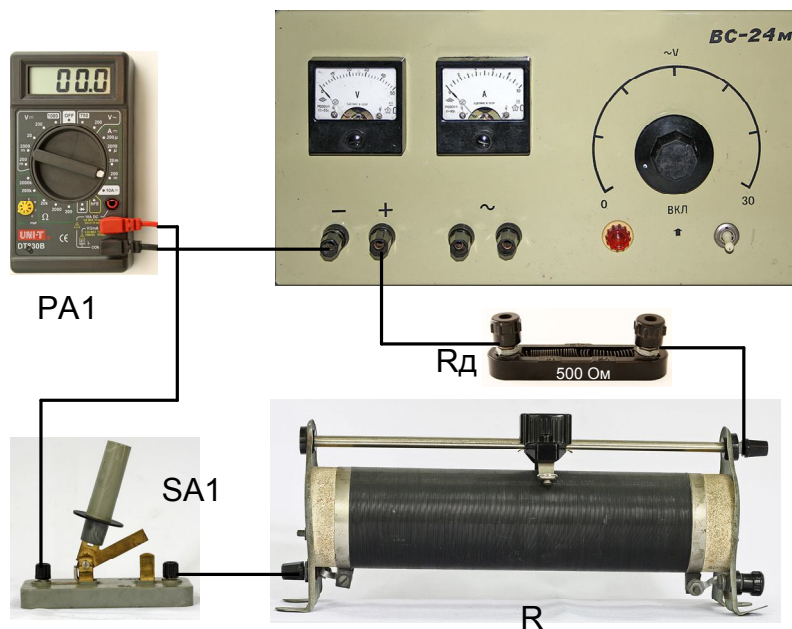

Рис. 4
9. Складіть електричне коло за схемою рис. 4. Значення додаткового опору  $R_d = 200 \text{ Ом}$ , максимальний опір реостату  $R = 500 \text{ Ом}$ . Перемикач мультиметра поставте в положення " $A \text{ --- } 200 \text{ м}$ ". Після перевірки схеми викладачем увімкніть В-24М і замкніть ключ К. Запишіть покази мультиметра. Змінюючи опір реостату, простежте за зміною струму в колі. Закінчивши вимірювання, вимкніть прилади і розберіть електричне коло.